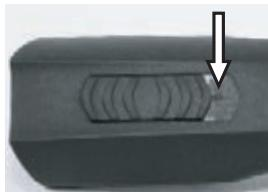

図 4 スイッチOFF位置
- バリカンのスイッチがOFFの位置(0)である事を確認してください(図4)。
1. スイッチを「0」の位置にします(図4)。